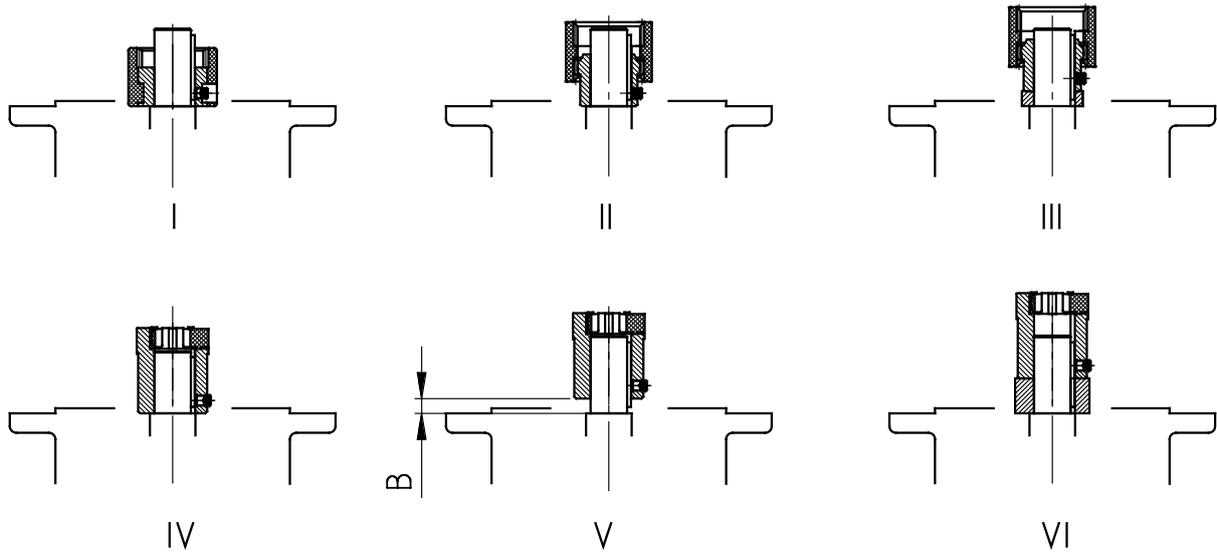

Figura 17: Montaje del acoplamiento en el eje motor en el caso de diferentes tipos de acoplamiento
3. Introduzca el manguito de acoplamiento en el eje del motor según las especificaciones del fabricante del motor hasta el tope. En el caso de los motores de los tamaños 90, 160, 180 y 225, entre el manguito de acoplamiento y el tope del eje deberán colocarse eventualmente los casquillos distanciadores incluidos en la entrega. En el caso de reductores coaxiales de la serie estándar se debe tener en cuenta la dimensión B entre el manguito de acoplamiento y el tope (véase Figura 17). En el caso de algunos adaptadores NEMA, la posición del acoplamiento debe ajustarse según lo indicado en la etiqueta adhesiva.